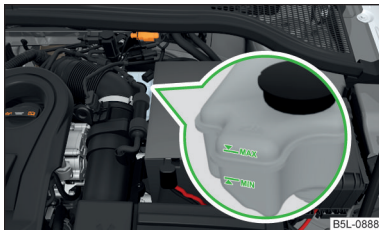

Fig. 163
**Verificar el estado del líquido de frenos** - el líquido de freno tiene que estar entre las marcas "MIN" y "MAX" » fig. 163.
- Sin embargo, si el nivel de líquido desciende de forma apreciable en poco tiempo, o lo hace por debajo de la marca de "MIN.", » fig. 163 puede ser a causa de una fuga en el sistema de frenos. No continuar el viaje - ¡Existe peligro de accidentes! Recorra a la asistencia profesional de un taller especializado.